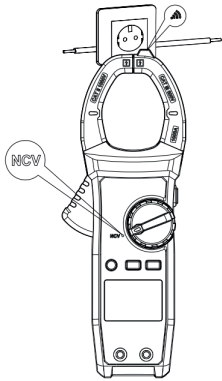

Рисунок 7
**5. Бесконтактное обнаружение электрического поля переменного тока (NCV, только для UT205B и UT206A+, рисунок 7)**